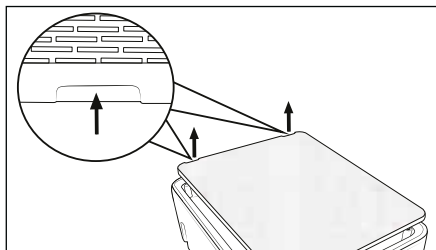

Fig. 5
- ❶ **ATTENZIONE!** Danneggiamento dell'apparecchio! Non utilizzare detergenti corrosivi, abrasivi o contenenti solventi, che potrebbero danneggiare le superfici dell'apparecchio.
- ◆ Pulire l'apparecchio, il supporto ❶ e i piedini di sostegno ❷ con un panno leggermente inumidito. Non utilizzare mai solventi o detergenti in grado di aggredire la plastica. In caso di necessità, applicare sul panno qualche goccia di detergente delicato e risciacquare poi la superficie con acqua pulita.
- ◆ Staccare la copertura **6** prendendola dalle maniglie incassate del lato superiore dell'apparecchio (vedere fig. 5). Con un'aspirapolvere, pulire la copertura **6** dai due lati. Non è necessario pulire il filtro EPA **7**. Fissare nuovamente la copertura **6** all'apparecchio in modo che le maniglie incassate vengano a trovarsi sul lato superiore dell'apparecchio.